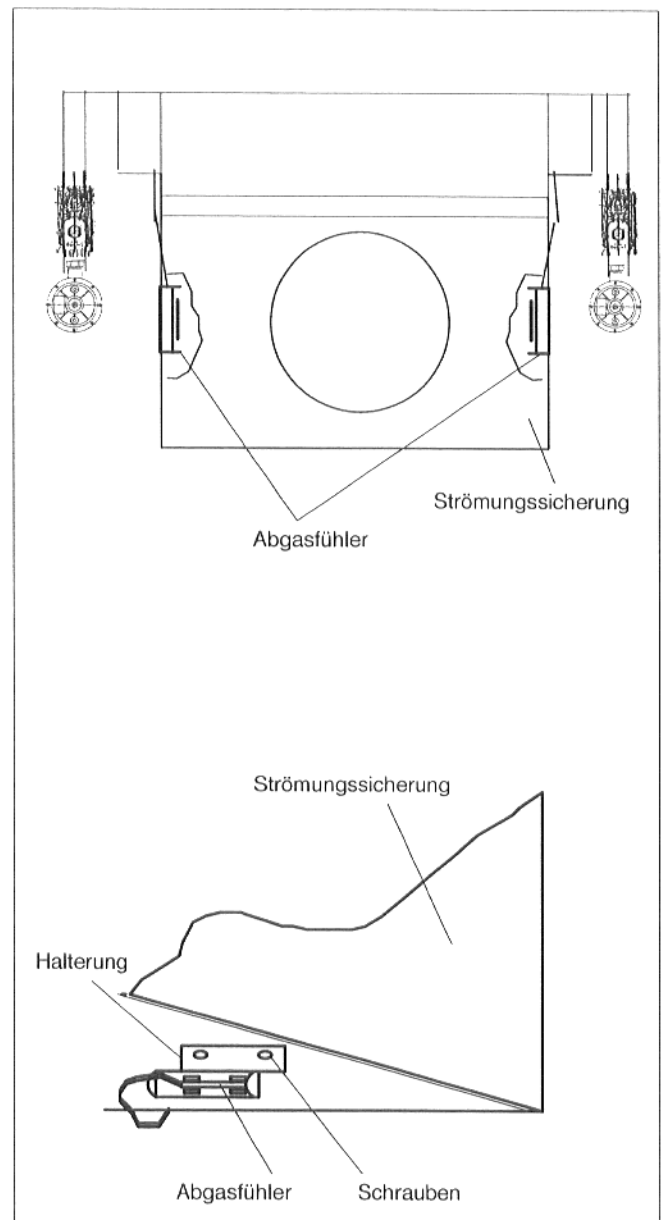

Abb.48
- Die 2 Halterungen Abgasfühler links und rechts an der Innenseite der Strömungssicherung, an den vorgesehenen Bohrungen (Abb. 48) mit beiliegenden Schrauben von außen befestigen.